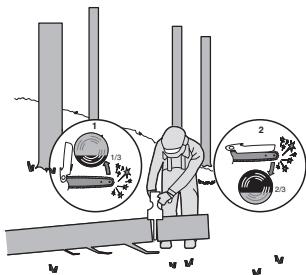

Figura 3
Quando il tronco è supportato su un lato, come illustrato in figura 3, tagliare 1/3 del diametro dalla parte inferiore (sottotaglio) (1). Quindi praticare il taglio finito tramite il sottostrato per incontrare (2) il primo taglio.